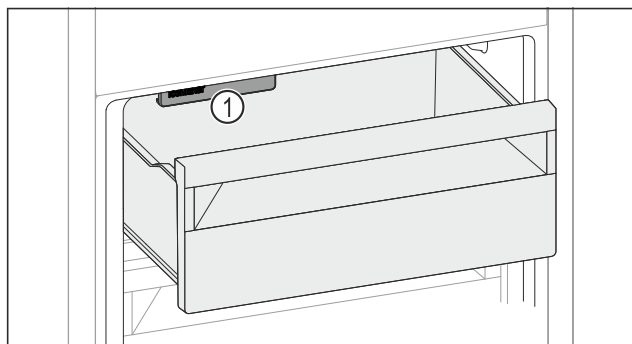

Fig. 46
- ▶ Uwzględnić IceMaker Fig. 46 [1].